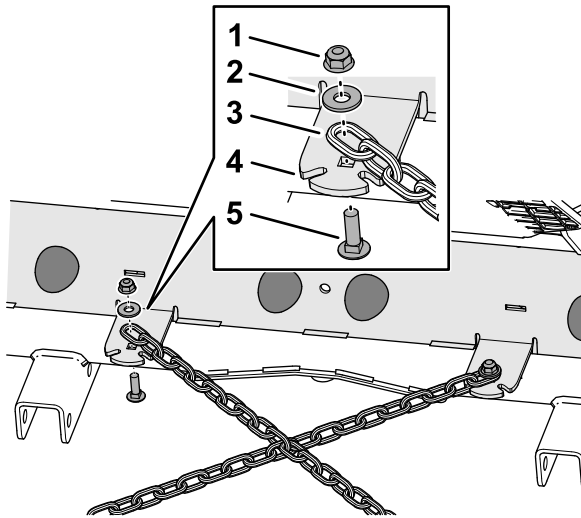

図 5
2. 牽引バー用の短いチェーンの端のリンクを、後フレームプレートにあるチェーンタブの穴に連結する図 5。
3. チェーンをチェーンタブに取り付けるキャリッジボルト5/16 x 1"、ワッシャ $\frac{3}{8}$ x $\frac{7}{8}$ "、フランジロックナット5/16"を使用して図 5のように取り付ける。